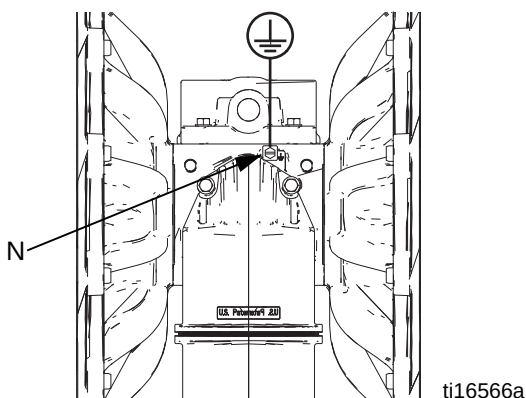

FIG. 3. Tornillo y cable de conexión a tierra
- N Tornillo de conexión a tierra (solo de aluminio y acero inoxidable, consulte la FIG. 3 en la página 10)
Bomba: consulte la FIG. 3. Afloje el tornillo de conexión a tierra (N). Inserte el extremo de un cable de conexión a tierra calibre 12 como mínimo detrás del tornillo de conexión a tierra y apriete el tornillo firmemente. Conecte el extremo con abrazadera del cable de conexión a tierra a una conexión a tierra verdadera. En Graco está disponible un cable y una abrazadera de conexión a tierra, N.º de pieza 238909.